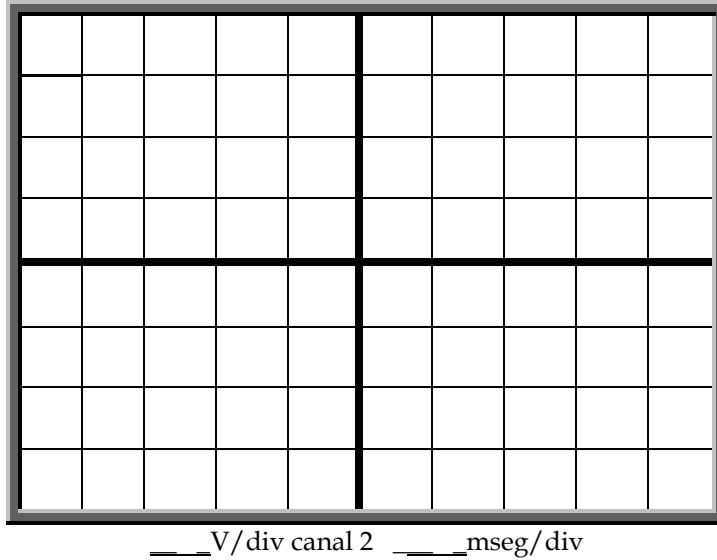

Fig. 1.12. Gráfica del voltaje de rizo del rectificador de onda completa con derivación central con filtro utilizando un capacitor de  $470\ \mu\text{F}$ .
- c) Medir el voltaje de rizo del rectificador ( $\Delta V_0$ ), colocando el canal 2 del osciloscopio en los nodos 3 y 0, el canal 2 debe de estar en el modo de CA. Graficar la señal obtenida del voltaje de rizo en la Fig. 1.12 y medir el valor del voltaje de rizo ( $\Delta V_0$ ), registrar el valor obtenido en la Tabla 1.8.